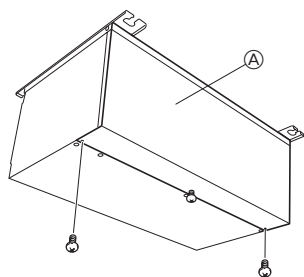

Fig. 9-1
1. Выньте винты из крышки. (Fig. 9-1)